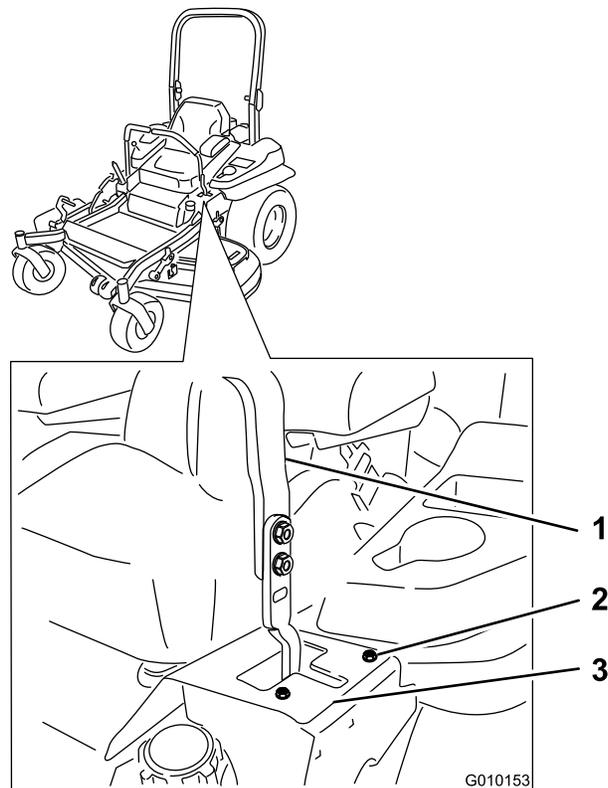

Figura 58
en T de la izquierda hasta que la máquina avance en línea recta (Figura 58).
- Si se desvía hacia la izquierda, afloje los pernos y ajuste la chapa del tope derecha hacia atrás en la ranura en T de la derecha hasta que la máquina avance en línea recta (Figura 58).
- Apriete la chapa del tope (Figura 58).